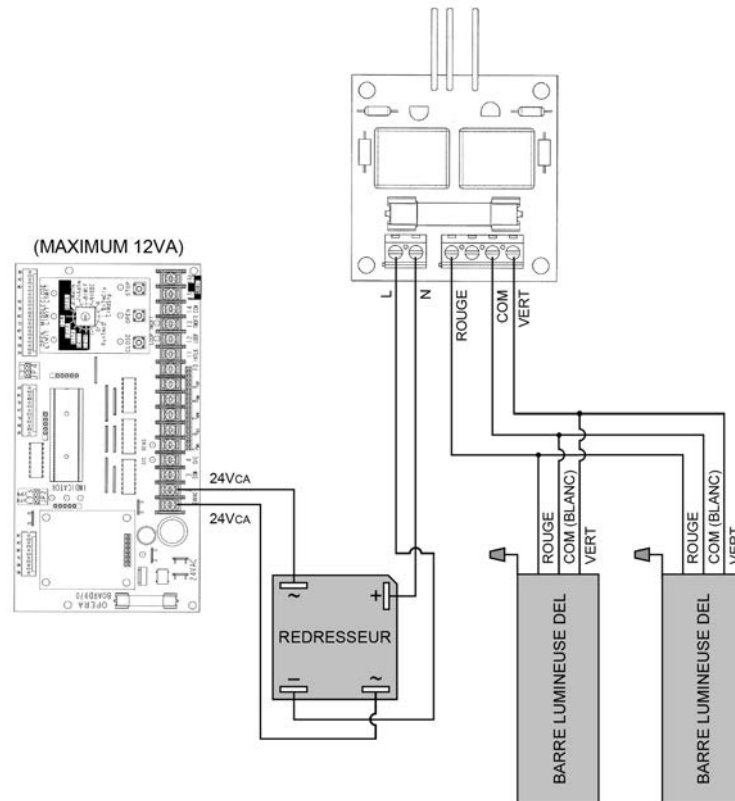

Figure 3 - Câblage pour barres lumineuses DEL
- Connecter les barres lumineuses DEL tel qu'illustré à la Figure 3.